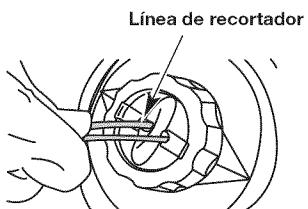

Fig. 20
3. Pase ambos extremos de la línea a través de los orificios de la perilla percusiva hasta que salgan por ambos ojetes. Hale la línea hasta sacar aproximadamente 5 pies (1.5 m) por cada lado (Fig. 20).